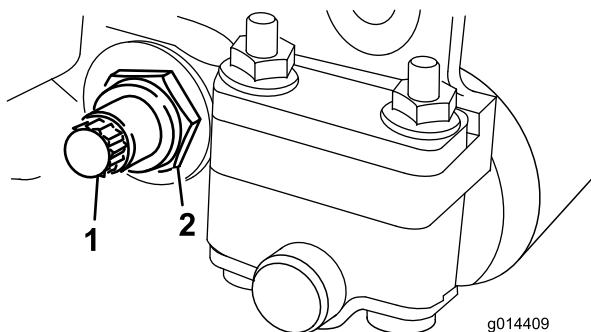
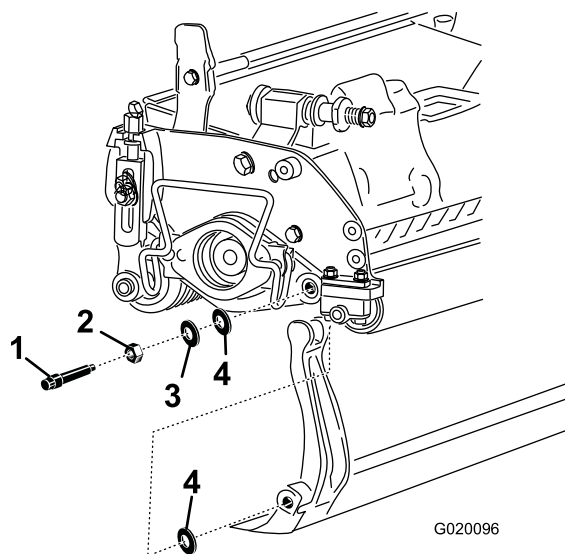

Figure 14
Figure 15
3. De chaque côté de la machine, desserrez le contre-écrou de fixation du boulon de la barre d'appui (Figure 14).
4. Retirez les boulons de la barre d'appui afin de pouvoir abaisser la barre et la déposer du boulon de la machine (Figure 14). Mettez de côté les deux rondelles en nylon et une des rondelles en acier estampé situées de chaque côté de la barre d'appui (Figure 15).
2. Fixez la barre d'appui sur chaque plaque latérale avec 2 boulons (munis d'écrous) et 6 rondelles. Placez une rondelle en nylon de chaque côté du bossage de la plaque latérale. Placez une rondelle en acier à l'extérieur de la rondelle en nylon extérieure (Figure 15).
4. Serrez les contre-écrous également de chaque côté jusqu'à ce qu'il ne soit plus possible de tourner les rondelles d'acier à la main (Figure 15).